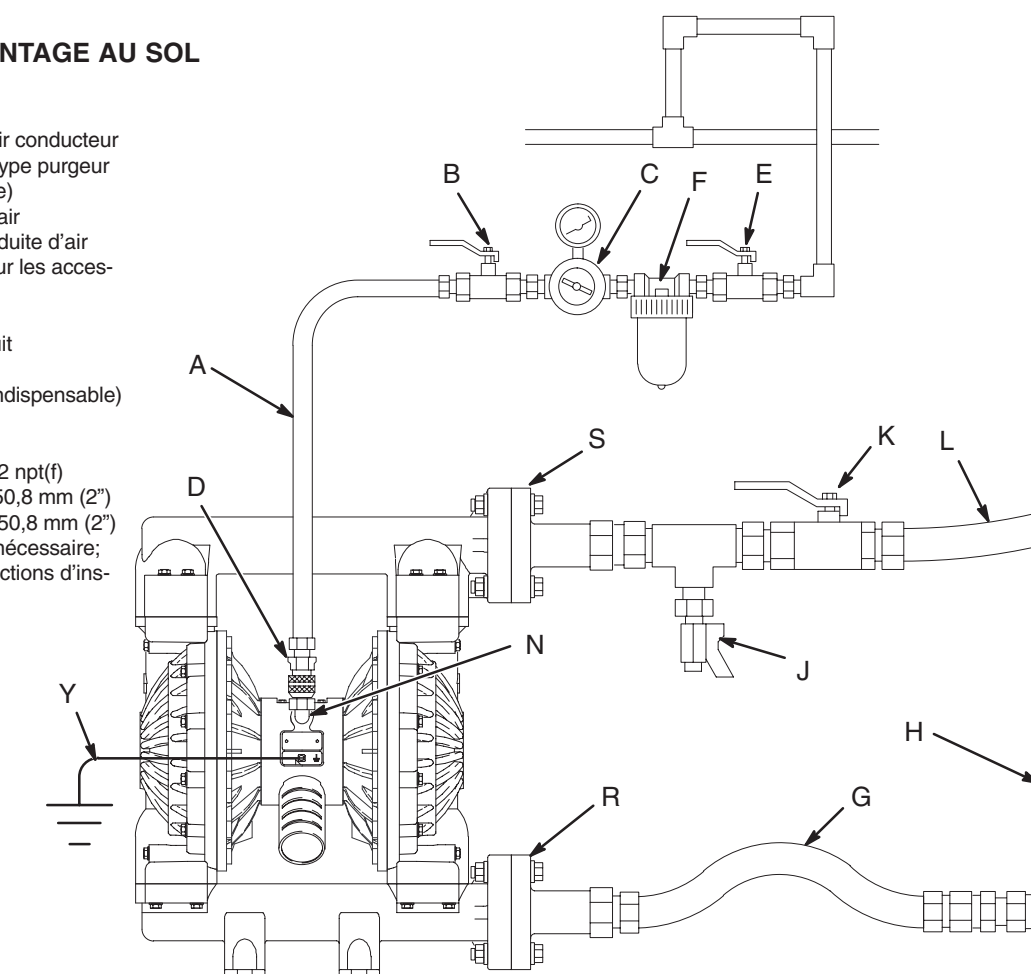

Fig. 2
- L'installation type présentée en Fig. 2 est une simple indication pour choisir et monter les éléments du système. Prendre contact avec votre distributeur Techni-flow ou les services d'assistance technique de Techni-flow pour vous aider à concevoir un système qui correspond à vos besoins.
La vanne d'air principale de type purgeur (B) doit être montée sur votre système pour décharger l'air prisonnier entre cette vanne et la pompe. Cet air prisonnier peut provoquer le battement inattendu de la pompe, provoquant ainsi des blessures graves, y compris des projections dans les yeux ou sur la peau, des blessures dues à des pièces en mouvement ou une intoxication due aux produits dangereux. Voir Fig. 2.
1. Installer les accessoires de la conduite d'air suivant la Fig. 2. Fixer ces accessoires au mur ou sur un support. S'assurer que la conduite d'air alimentant ces derniers est conductrice.
- a. Installer un régulateur d'air (C) et un manomètre pour contrôler la pression produit. La pression de sortie produit correspondra au réglage du régulateur d'air.
- b. Placer la vanne d'air principale de type purgeur (B) tout près de la pompe et s'en servir pour décharger l'air prisonnier. Voir la **MISE EN GARDE** ci-contre. Placer l'autre vanne d'air principale (E) en amont de tous les accessoires de la conduite d'air et l'utiliser pour isoler ces derniers pendant le nettoyage et les réparations.
- c. Le filtre sur la conduite d'air (F) élimine les poussières nuisibles et l'humidité de l'alimentation en air comprimé.
2. Installer un flexible d'air conducteur (A) entre les accessoires et l'entrée d'air 1/2 npt(f) de la pompe (N). Voir Fig. 2. Utiliser un flexible d'air d'un diam. int. minimum de 13 mm (1/2").
3. Visser un raccord rapide de conduite d'air (D) sur l'extrémité du flexible d'air (A); s'assurer que les orifices du raccord sont assez grands pour ne pas diminuer le débit d'air, ce qui affecterait les performances de la pompe. Visser correctement le raccord avec un ruban d'étanchéité sur l'entrée d'air de la pompe. Ne pas brancher le raccord rapide (D) sur le raccord avant que la pompe ne soit prête à fonctionner.
LÉGENDES DE LA FIG. 2
Une vanne de purge produit (J) est nécessaire pour décompresser la conduite si elle est bouchée. La vanne de purge diminue le risque de blessure grave, y compris de projection dans les yeux ou sur la peau, ou d'intoxication par les produits dangereux lors de la dépressurisation. Installer la vanne tout près de la sortie produit de la pompe. Voir Fig. 2.
1. La sortie produit de la pompe (S) est équipée d'une bride à face rehaussée de 50,8 mm (2"). Voir **Connexion des brides** en page 8.
2. Installer une vanne de purge produit (J) à proximité de l'orifice de sortie produit. Voir la **MISE EN GARDE** ci-dessus.
3. Installer une vanne d'arrêt (K) sur la conduite de sortie produit.